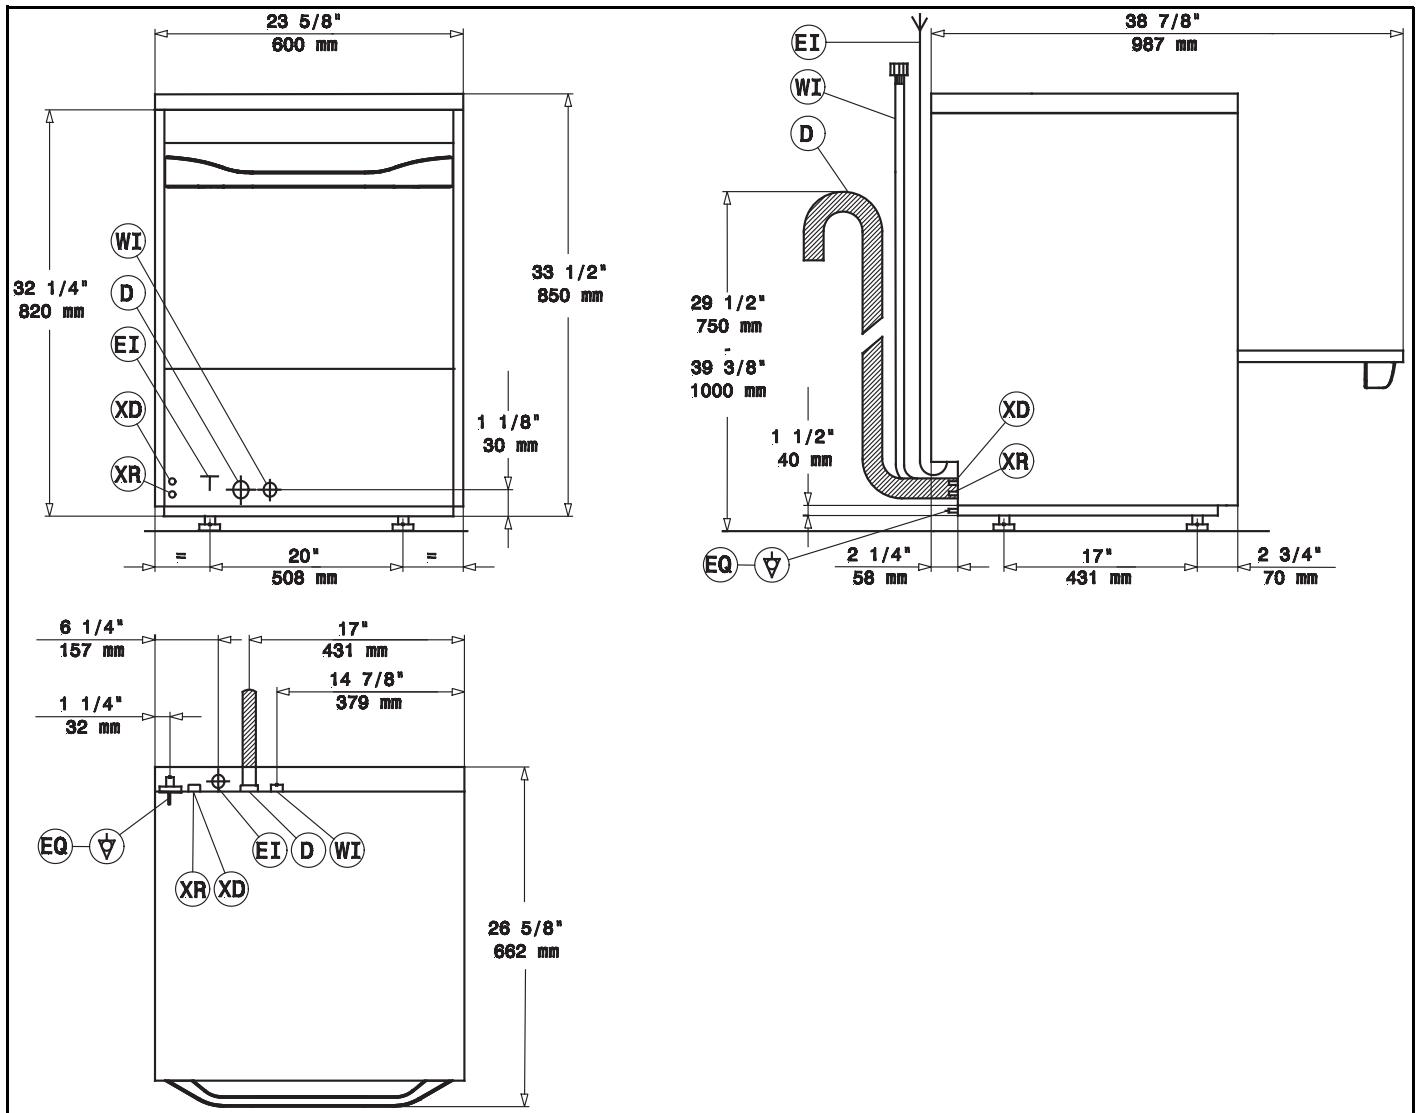

Figura 4
Leyenda Figura 4
- Conecte el tubo de suministro del agua "A" (Figura 4) del aparato a la acometida de agua (conforme a los reglamentos de fontanería locales). Instale una válvula de corte, un filtro y un manómetro entre el aparato y la acometida de agua de la unidad (Figura 6).
parte posterior de ésta y se identifica mediante "Q" (Figura 4) en el manual y el símbolo " ∇ " en la unidad. El conductor de tierra debe tener una sección de AWG 8/8.35 mm². No utilice la línea eléctrica ni otras canalizaciones para realizar las conexiones a tierra. Si es necesario, solicite al electricista que proporcione el conductor de tierra.